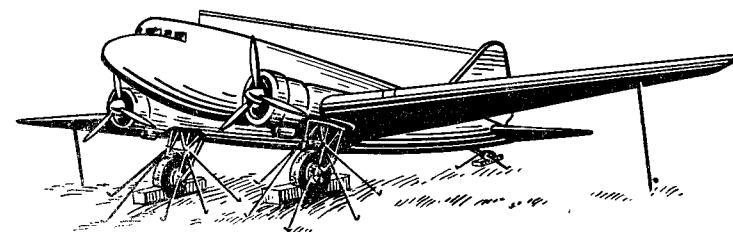

Рис. 15. Швартовка самолета
5. Закрепить самолет на стоянке (рис. 15).